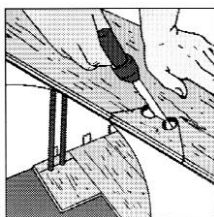

Abb.2
- Bei Heizungsrohren oder ähnlichem (Abb. 2): Bohren Sie ein Loch mit einem Durchmesser ca. 2 cm größer als der Rohrdurchmesser und sägen Sie vom Loch ausgehend zur Kante hin. Verlegen Sie die Dielen. Leimen Sie das Stück wieder ein und decken Sie die Fugen mit einer Rohrmanschette ab.